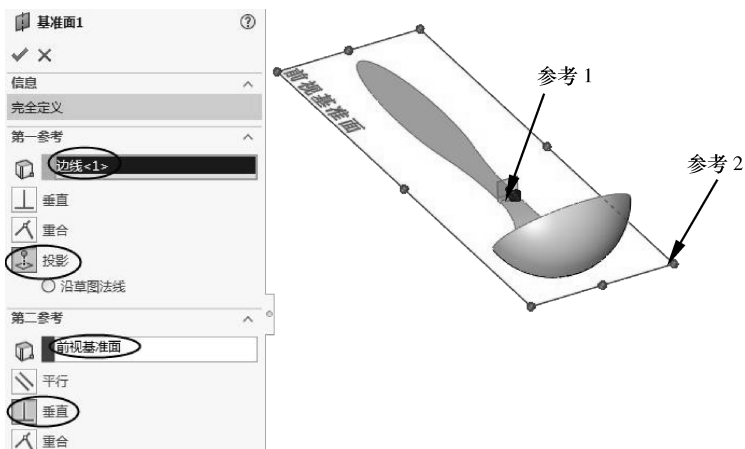

图 4-94 创建基准面 1
- 08 利用【基准面】工具，创建如图 4-94 所示的基准面 1。